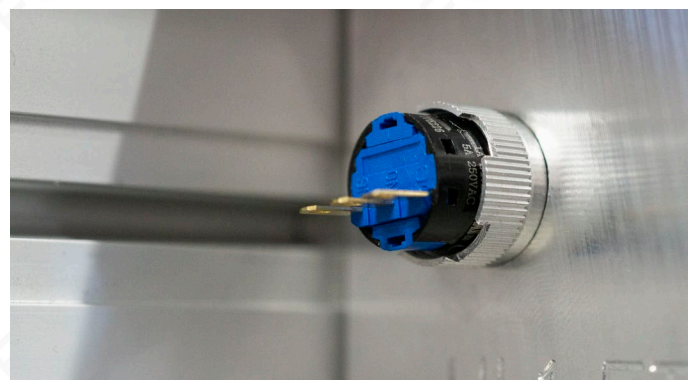

Bild 29: Montage des Notaus-Schalters, Sicht von hinten
- Montieren Sie den Notaus-Schalter in der dafür vorgesehenen Bohrung im vorderen Stirnblech, wie in Bild 29 gezeigt.